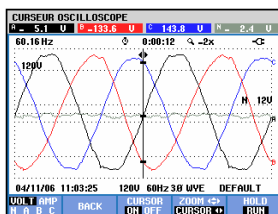

Figure 19-2. Forme d'onde, curseur activé
- Appuyez sur F3 pour activer le curseur. À l'aide des flèches gauche et droite, déplacez le curseur horizontalement le long des formes d'onde. La valeur des formes d'onde au curseur s'affiche alors dans l'en-tête de l'écran (comme illustré à la figure 19.2).